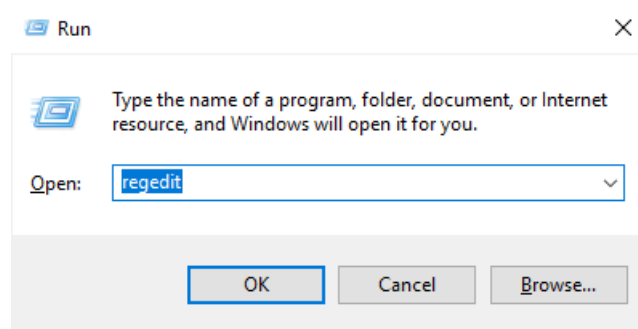

Рисунок 3.32 - Запуск редактора реестра
1. Под пользователем с правами администратора необходимо запустить редактор реестра WINDOWS. Это можно сделать, к примеру, с помощью окна "Выполнить". Для этого нажмите Win +R. В поле открывшейся оболочки введите **regedit**, далее нажмите "ОК" (см. рис. 3.32).